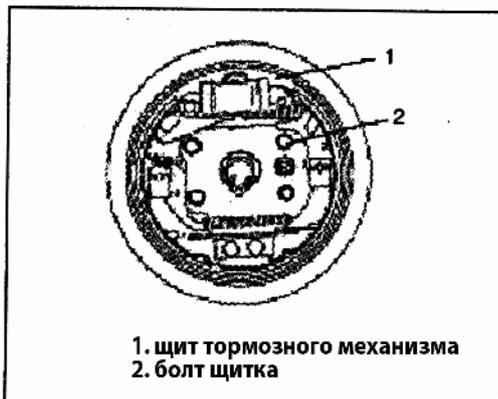

Рис. 574
- 6) Снимите щит тормозного механизма с заднего моста и подвесьте щиток при помощи проволоки (Рис. 574).